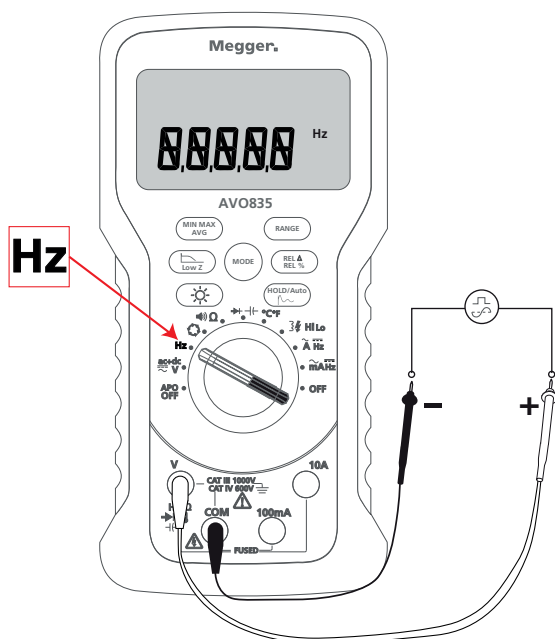

Abb. 9: Einstellen der Frequenzmessung
1. Stellen Sie das Gerät ein, wie in Abb. 9 beschrieben.